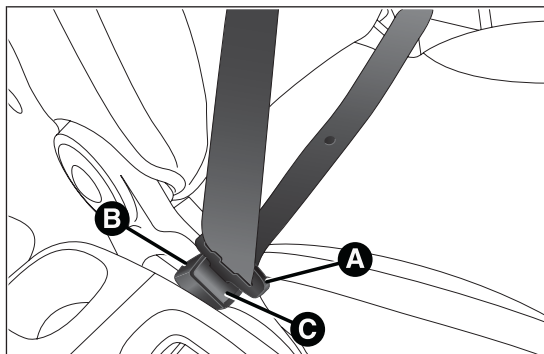

fig. 121
Pour boucler sa ceinture, saisir la languette d'accrochage A fig. 121 et l'enclencher dans la boucle B, jusqu'au déclic de blocage.
**Ne pas appuyer sur le bouton C fig. 121 pendant la marche.**